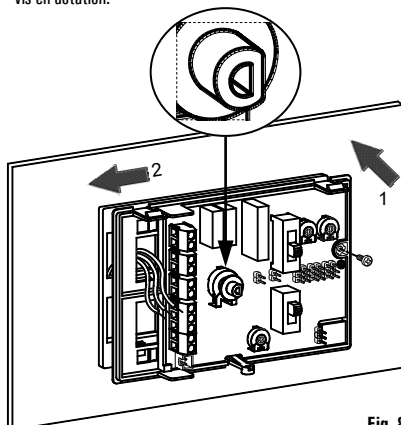

Fig. 8
- 7** Accrocher la base du thermostat sur la plaque murale (en faisant passer les fils par les ouvertures rectangulaires) en faisant d'abord coïncider les trous de la base avec les ergots prévus à cet effet de la plaque murale ; exercer ensuite sur la base une pression vers le côté gauche jusqu'au déclenchement des ergots en plastique de la plaque (Fig. 8). Fixer la base du thermostat à la plaque murale en utilisant les vis en dotation.